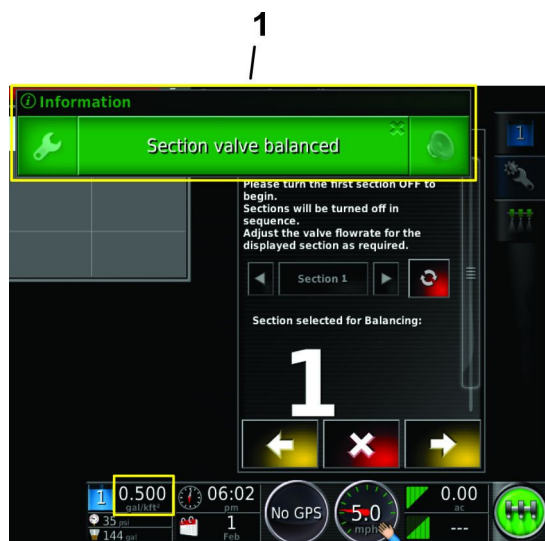

Figura 58
5. Surge a mensagem de válvula de secção equilibrada e o assistente de equilíbrio de válvulas avança automaticamente para a válvula da secção seguinte (Figura 58).